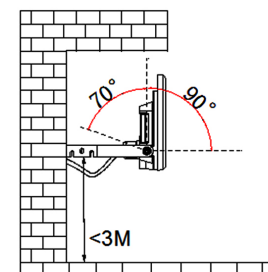

Bild 3
4. Den LED-Strahler an den Halter mit Schrauben, Unterlegscheiben und Zahnscheiben (Bild 1 ②) anschrauben. Den LED-Strahler ausrichten (Bild 3) und die Schrauben (Bild 1 ②) anziehen.